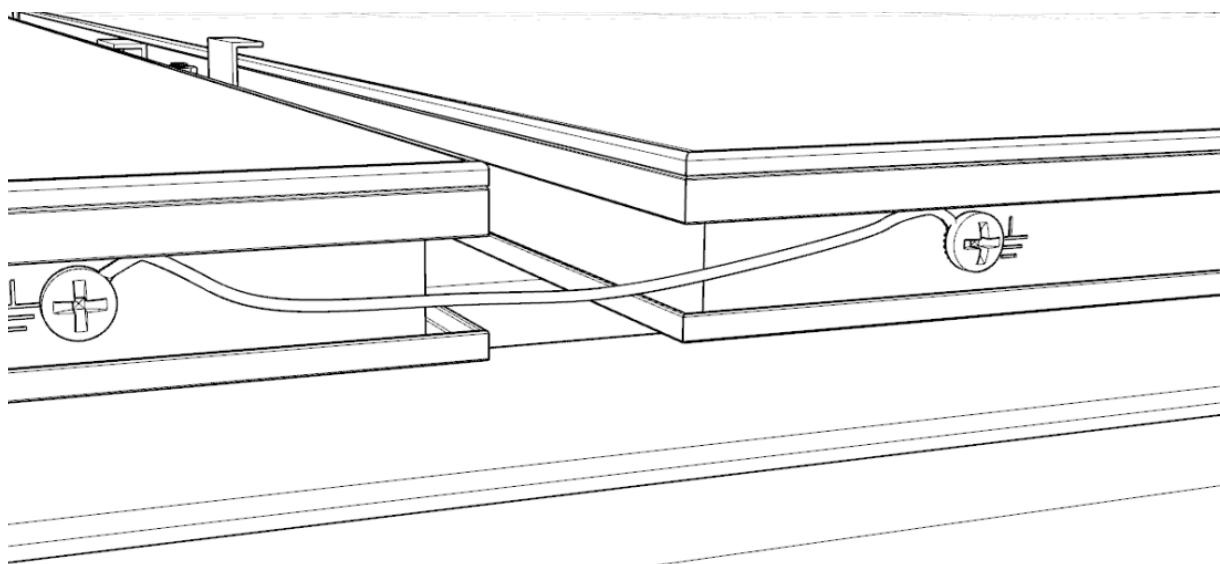
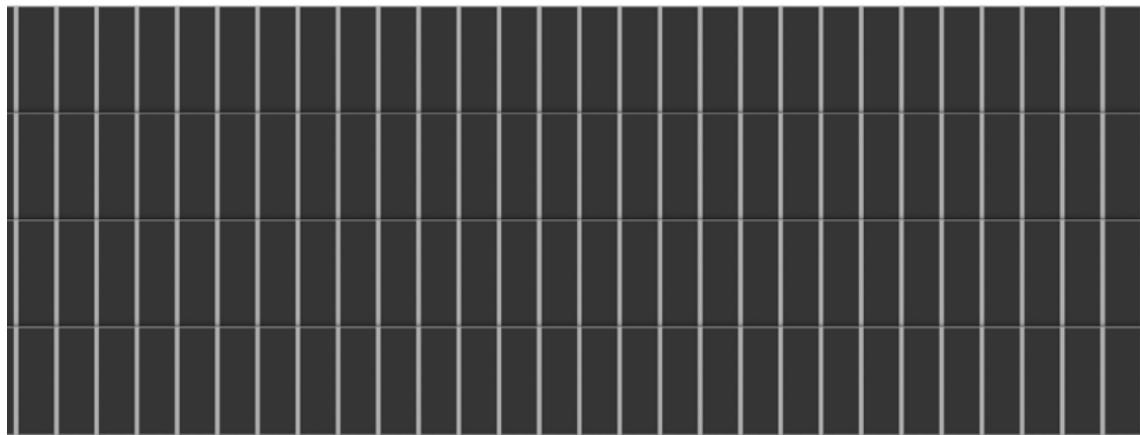

図 1
図 2
2) Galaxy-F 製品の短辺フレームの接地穴にネジと接地線を接続します(図 1 参照)。最後に、上下列間の接続線の取り付けについては下図を参考にしてください(図 2 参照)。すべての横列製品の最外側のフレームを接続して導電経路を形成し、接地導体と接続します。接地導体は地柱と接続し、地柱は地中に  $\geq 1.5m$  埋め込み、接地抵抗は  $4\Omega$  未満である必要があります。